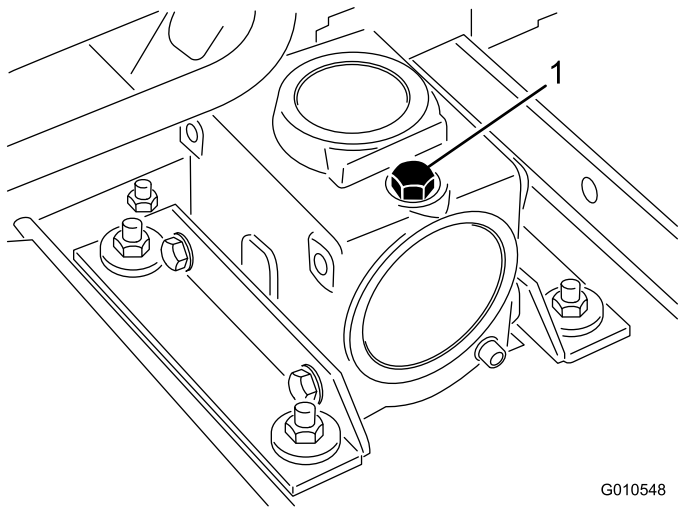

Bild 18
2. Nehmen Sie den Ölpeilstab bzw. die Füllschraube oben am Getriebe ab (Bild 18) und stellen Sie sicher, dass der Schmiermittelstand zwischen den Markierungen am Peilstab liegt. Wenn der Ölstand niedrig ist, füllen Sie Öl ein, bis der Stand zwischen den Markierungen liegt.